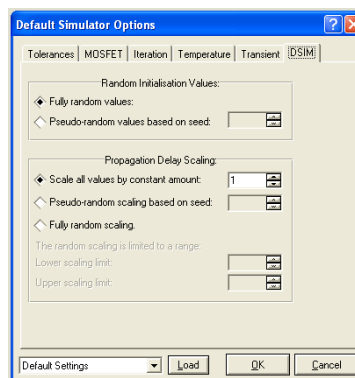

Рис. 10
- Вкладка **DSIM** (Рис. 10). В седьмых версиях имеет всего два изменяемых параметра. **Random Initialisation Values** (случайные значения при инициализации) определяет: каким образом устанавливаются значения для цифровых примитивов, которым в свойствах прописано значение, а это в частности модели микросхем памяти, установка для которых **INIT=RANDOM** заполняет их при старте в зависимости от установленного здесь переключателя либо **Fully Random** (случайными), либо **Pseudo-random** (псевдослучайными) последовательностями из заданного диапазона от 1 до 32767. Если вы используете для микросхемы памяти загружаемый файл, но он заполняет ячейки не полностью, то при установленном **INIT=RANDOM** последовательностями заполнятся оставшиеся свободными ячейки. **Propagation Delay Scaling** (масштабирование задержек распространения) определяет установки для всех временных свойств цифрового моделирования, которые не заданы строго в свойствах конкретных моделей. По умолчанию для этих свойств установлен множитель **Scale all values by constant** равный 1. Установка **Pseudo-random** или **Fully Random** позволяет задать диапазон от нижнего **Lower Scalling Limit** до верхнего **Upper Scalling Limit** значения, в котором будет изменяться этот множитель по псевдослучайной в том же диапазоне что и выше или полностью случайной последовательности. Это позволяет приблизить моделирование к реальности и исключить проектные недоработки, связанные с повторяющимися временными процессами, не имеющими отражения в реальных условиях.